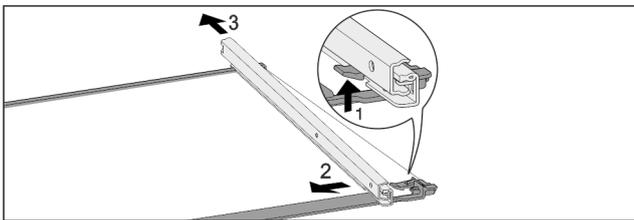

Fig. 122 Стъклена плоча с релси
- ▶ Натиснете нагоре предните фиксиращи палци. Fig. 122 (1)
- ▶ Плъзнете изтеглящата релса настрани Fig. 122 (2) и назад Fig. 122 (3).